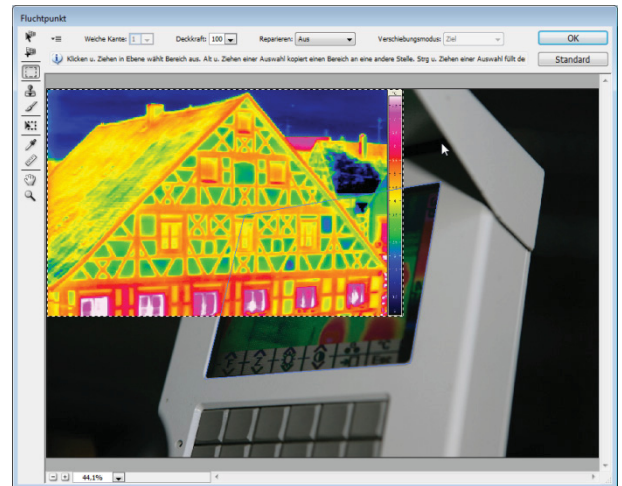

Abb. 11-86: Bild aus Zwischenablage eingefügt
- Auf W AUSWAHLRECHTECK wechseln und das Viereck auswählen ► Mit STRG+V wird das Bild 2 aus der Zwischenablage eingefügt (Abb. 11-86). Es liegt zunächst unverzerrt in der linken oberen Ecke.